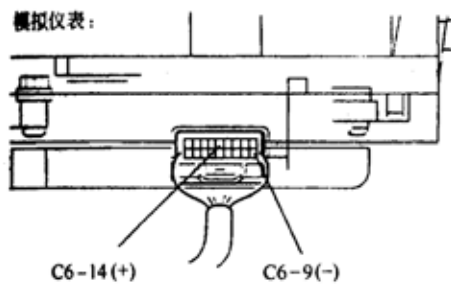

图 9-100
(1)把伏特表正极(+)与端子 C6-14 连接，负极(-)与端子 C6-9，如图 9-100 所示。